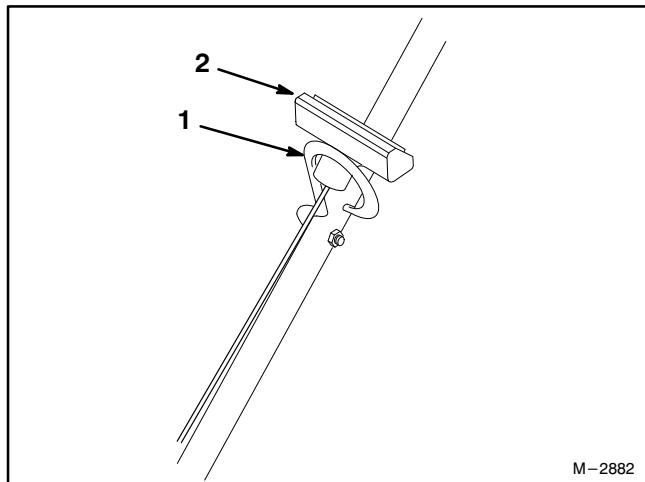

Figure 5
- Passer la corde du lanceur dans le guide placé sur le mancheron (Fig. 5). Pour l'insérer plus facilement, serrer la barre de commande contre la poignée pour libérer le frein de lame.